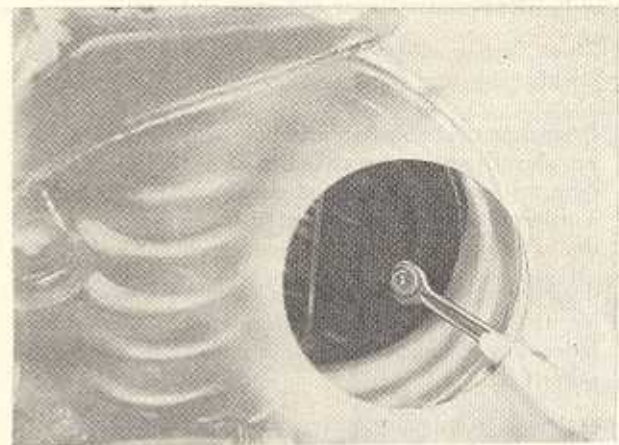

Bild F 92. Nachstellen der Bremsbacken, hinten am Baumuster 312
4. Bei den Hinterrädern werden die Exzenter für den vorderen Bremsbacken (in Fahrtrichtung gesehen) in Raddrehrichtung und für den hinteren Bremsbacken in entgegengesetzter Drehrichtung angezogen. Hierauf die Exzenter um etwa 45° (eine Achtelumdrehung) zurückdrehen, so daß nach dem Entlasten der Bremsbacken das nötige Backenspiel von etwa 0,2 mm erreicht wird und die Bremstrommel gerade frei geht. Die Nachstellmutter ist mit dem Exzenter durch einen Kerbniet fest verbunden. Der Kopf des Nietes fluchtet mit dem Exzenterbolzen, dessen Stellung in der Bremsbackenführung jederzeit kontrolliert werden kann (Bild F 92).